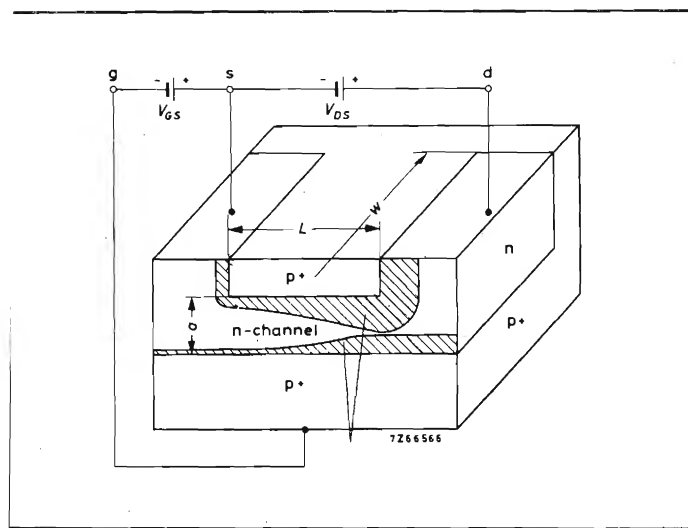

Fig. 193 - Struttura schematica di un FET a giunzione.
a) transistori ad effetto di campo a giunzione (J-FET). Sono costituiti (fig. 193) da un cristallo di silicio, di tipo p o di tipo n chiamato canale all'estremità del quale si trovano due contatti metallici denominati rispettivamente source e drain (corrispondenti, tanto per intenderci, il source all'emettitore o al catodo, il drain al collettore o all'anodo rispettivamente di un transistor bipolare e di un tubo a vuoto). Questi due contatti sono ohmici e non formano quindi giunzioni p-n in corrispondenza delle estremità del canale.
Un transistor ad effetto di campo a strato isolante supponiamo con canale di tipo n è costituito (fig. 193) da un cristallo di materiale semiconduttore di tipo p in due parti del quale vengono formate per diffusione due zone di tipo n fortemente drogate. (Le zone di tipo p o di tipo n fortemente drogate vengono solitamente indicate rispettivamente con p^+ (pp) oppure n^+ (nn)).